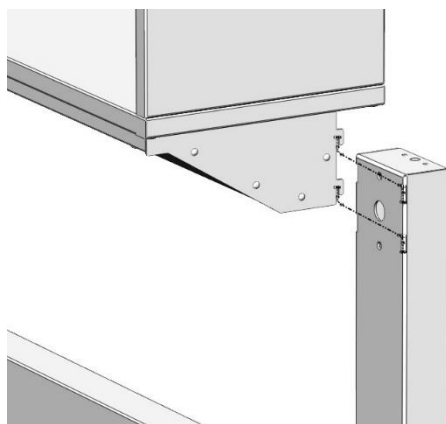

Рис. 3. Установка шкафа-надстройки
- 6.5. Установить шкаф-надстройку на стойки, заведя шипы в соответствующие пазы (Рис. 3).